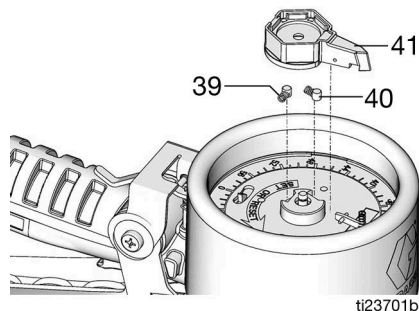

FIG. 27
3. Déposer le pointeur du pointeau (41), les ressorts (39) et les goupilles (40) (FIG. 27).